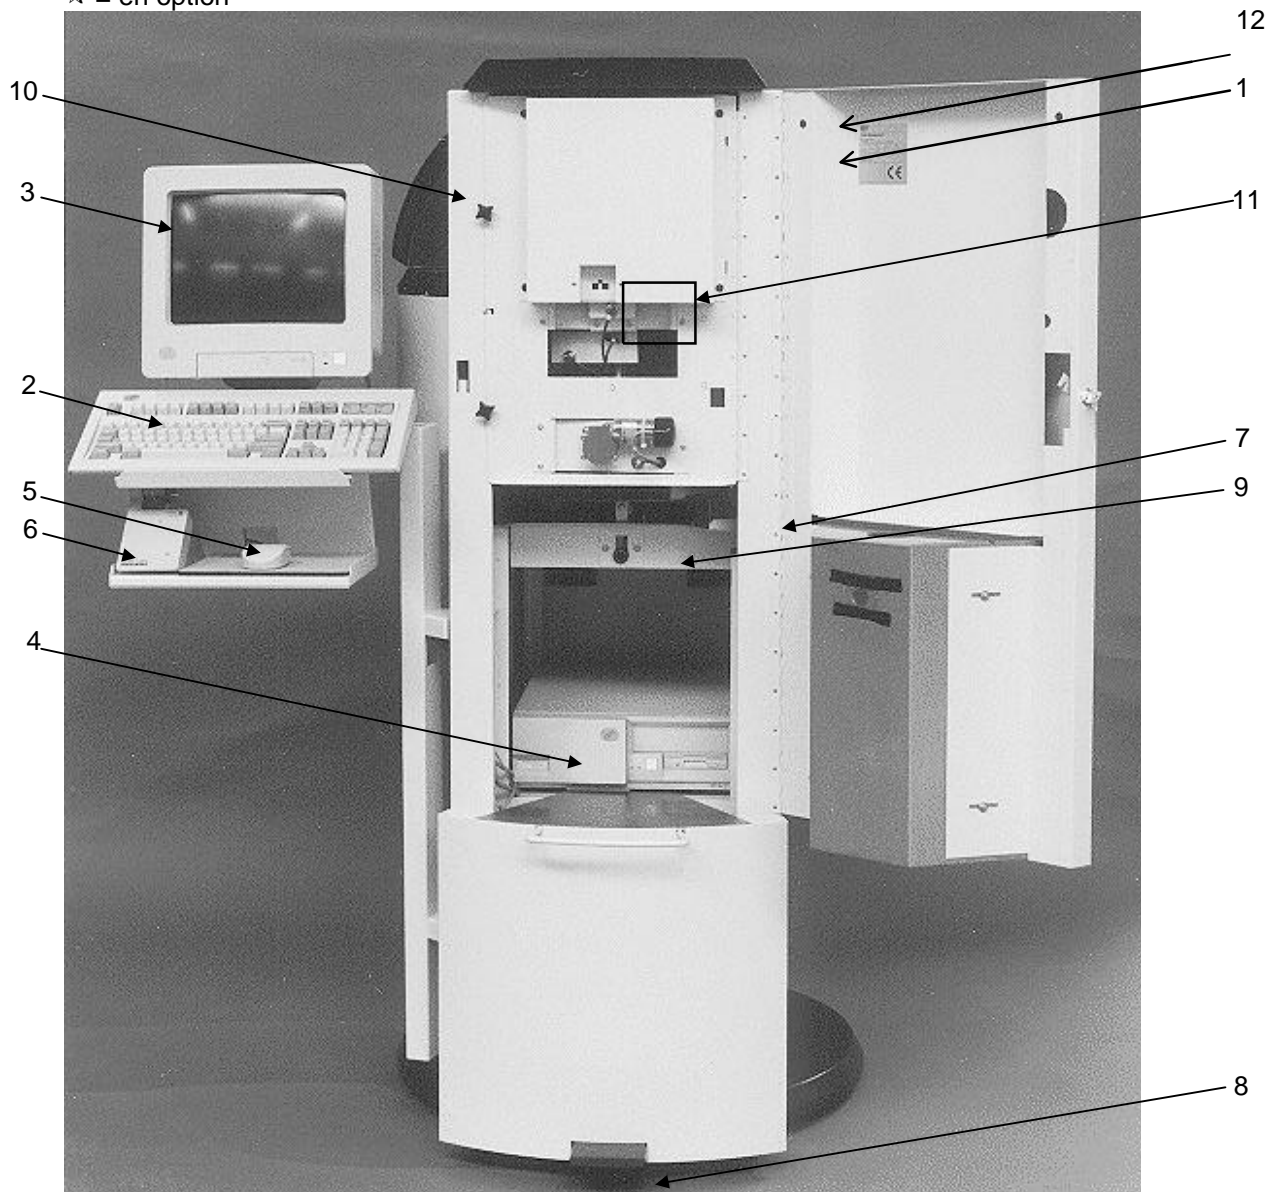

figure 10
Voir figure 10 (les composants marqués en pointillés sont installés à l'intérieur de la machine).
1. Mettre le commutateur principal **rouge** (figure 10, nr.1) en position .
Il est conseillé de laisser ce commutateur enclenché jour et nuit. Cela est en effet nécessaire au système de malaxage automatique et cela réduit par ailleurs l'usure de l'appareil et de l'ordinateur. Ensuite mettre aussi le commutateur **vert** (figure 10, nr.12) en position  afin de mettre en marche l'ordinateur. A la fin de la journée vous pouvez éteindre le commutateur vert.